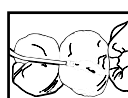

Fig. 4
5. **Etsning av emaljen:** Pressa varsamt ut ets direkt på de emaljtyper som skall etsas (Fig 4). Etsa i 15 sekunder.